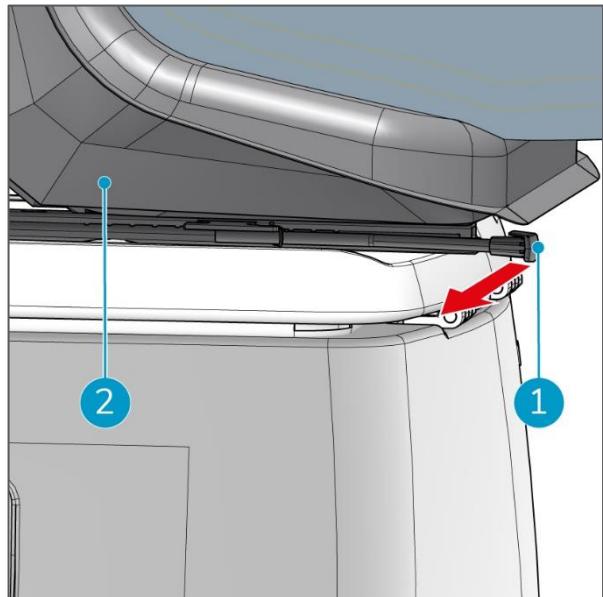

Figura 21
2. Tira de la palanca del asiento hacia los lados (Figura 21, pos. 1).
3. Mueve el asiento (Figura 21, pos. 2) hacia atrás o hacia adelante hasta que estés cómodo al volante.